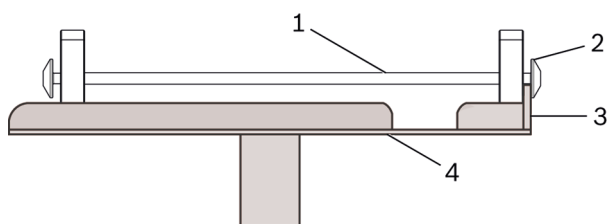

Bild 2: Stöd på universalplattan
3. Placera stödet på universalplattan för motor- och växellådslyften. Se till att säkerhetsbussningen griper tag bakom universalplattans främre kant i enlighet med bilden (se bild 2).
- Placera och säkra stödet exakt såsom beskrivs i punkt 3 och bild 2.